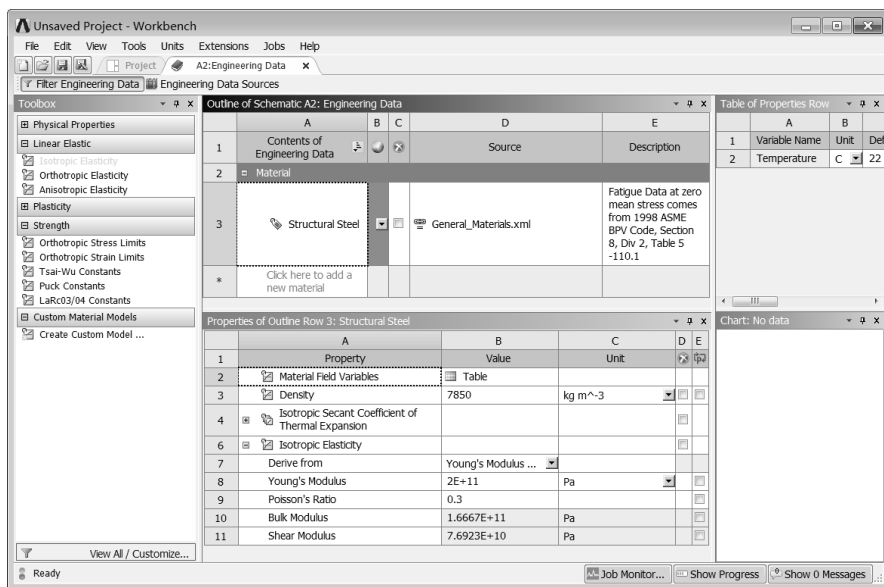

图 6-9 材料参数设置界面 1
Step1: 选择项目 A 中的 A2 Engineering Data 选项, 进入如图 6-9 所示的材料参数设置界面。在该界面下即可进行材料参数设置。